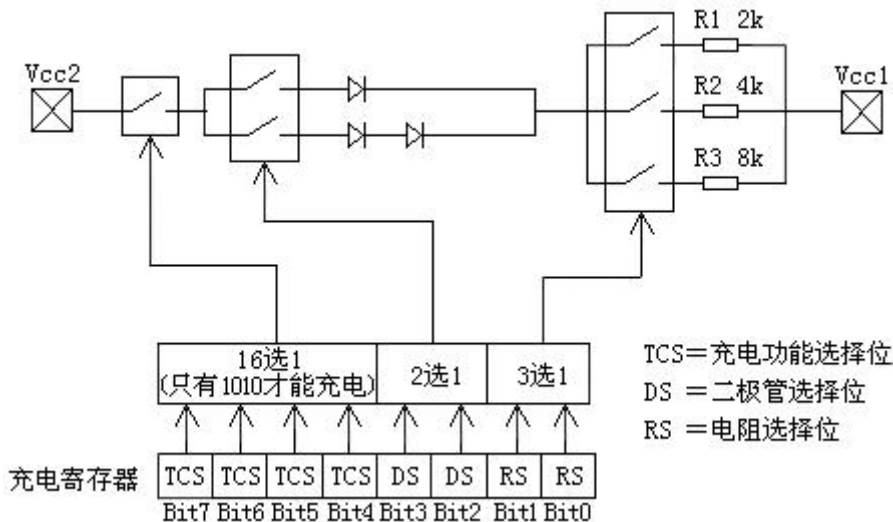

图 4 GM1302 可编程慢速充电器
如图 4 所示，时钟/日历包含在 7 个写/读寄存器内。包含在时钟/日历寄存器内的数据是二—十进制（BCD）码。
这个寄存器控制 GM1302 的慢速充电特性。图 4 的简化电路表示慢速充电器的基本组成。慢速充电选择 (TCS) 位 (位 4-7) 控制慢速充电器的选择。为了防止偶然的因素使之工作，只有 1010 模式才能使慢速充电器工作，所有其它的模式将禁止慢速充电器。GM1302 上电时，慢速充电器被禁止。二极管选择 (DS) 位 (位 2-3) 选择是一个二极管还是两个二极管连接在 Vcc2 与 Vcc1 之间。如果 DS 为 01，那么选择一个二极管；如果 DS 为 10，则选择两个二极管。如果 DS 为 00 或 11，那么充电器被禁止，与 TCS 无关。RS 位 (位 0-1) 选择连接在 Vcc2 与 Vcc1 之间的电阻。电阻选择 (RS) 位选择的电阻如下：
时钟/日历命令字节可规定多字节工作方式。在此方式下，最先 8 个时钟/日历寄存器可以从地址 0 的第 0 位开始连续地读或写（见图 4）。